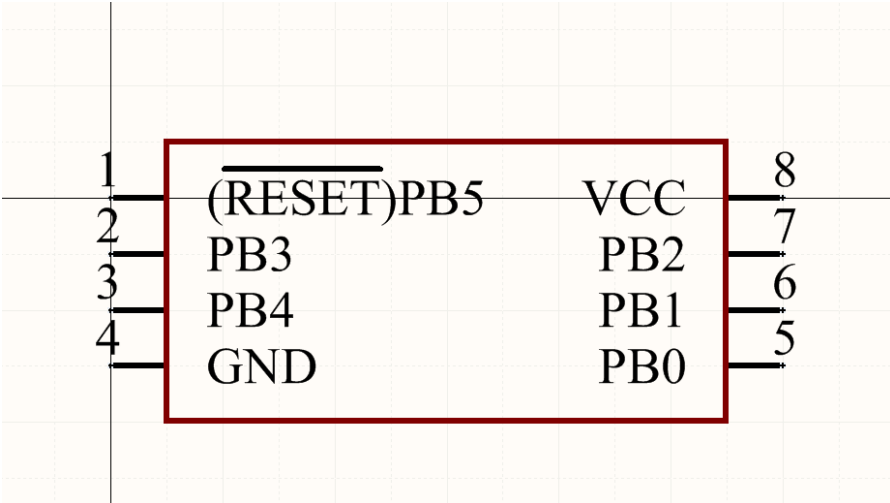

Рисунок 2.13 – УГП мікросхеми
2. Тепер потрібно розмістити виводи та намалювати графіку компонента. Спочатку встановимо крок сітки 2.5 мм, потім натискаємо клавішу швидкого доступу P > Pin розміщуємо перший вивід у початок координат, і розміщуємо інші та малюємо графіку використавши клавішу швидкого доступу P > Rectangle відповідно до рис. 2.13.